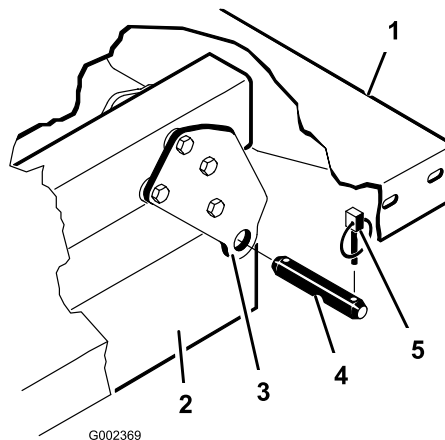

Figura 36
3. Rimuovete i perni con testa che fissano le estremità dell'asta del cilindro alle piastre di fissaggio del pianale, premendoli verso l'interno (Figura 36).
4. Rimuovete gli acciarini ed i perni con testa che fissano le staffe orientabili ai profilati del telaio (Figura 36)
Nota: Assicuratevi che le piastre orientabili posteriori siano imbullonate al telaio/profilato del pianale in modo tale che l'estremità inferiore sia spostata verso la parte posteriore (Figura 36).
2. Collocate con delicatezza il pianale sul telaio del veicolo, allineando i fori delle piastre orientabili sulla parte posteriore del pianale ai fori sul profilato posteriore del telaio, e installate 2 perni con testa e 2 acciarini (Figura 36).
3. Con il pianale abbassato, fissate ogni estremità dell'asta del cilindro negli intagli presenti sulle piastre di montaggio del pianale, per mezzo di un perno con testa e un acciarino. Inserite il perno con testa dall'esterno del pianale, con l'acciarino posto sull'esterno (Figura 36). Gli intagli posteriori sono da utilizzare per l'installazione di un pianale integrale, mentre gli intagli anteriori per un pianale a 2/3.